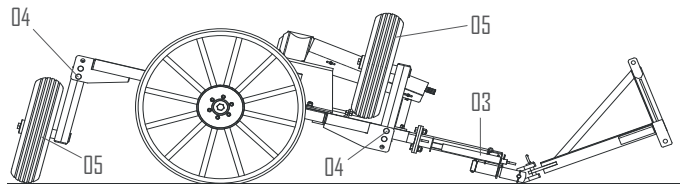

FIGURA 35
2 - Recolha o macaco mecânico (3) e, com o auxílio do sistema hidráulico do trator, abaixe totalmente a extremidade frontal do equipamento, conforme demonstrado na Figura 35.